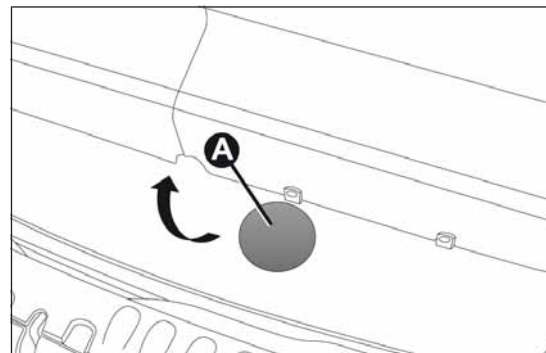
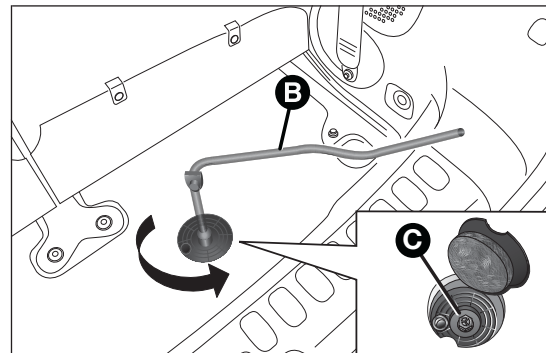

fig. 28
fig. 29
- ☐ levantar la tapa A fig. 28 situada en la moqueta del maletero, coger la llave B fig. 29 de la bolsa de herramientas e introducirla en el dispositivo C;
- ☐ girar la llave B fig. 29 hacia la izquierda para aflojar el perno de bloqueo que sujeta la rueda de repuesto para permitir que este último baje;